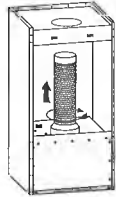

Рис. 3
4. Встановити шлюзову витяжку до одноходового клапана і відрегулювати її за необхідною висотою. Див. Рис. 3.